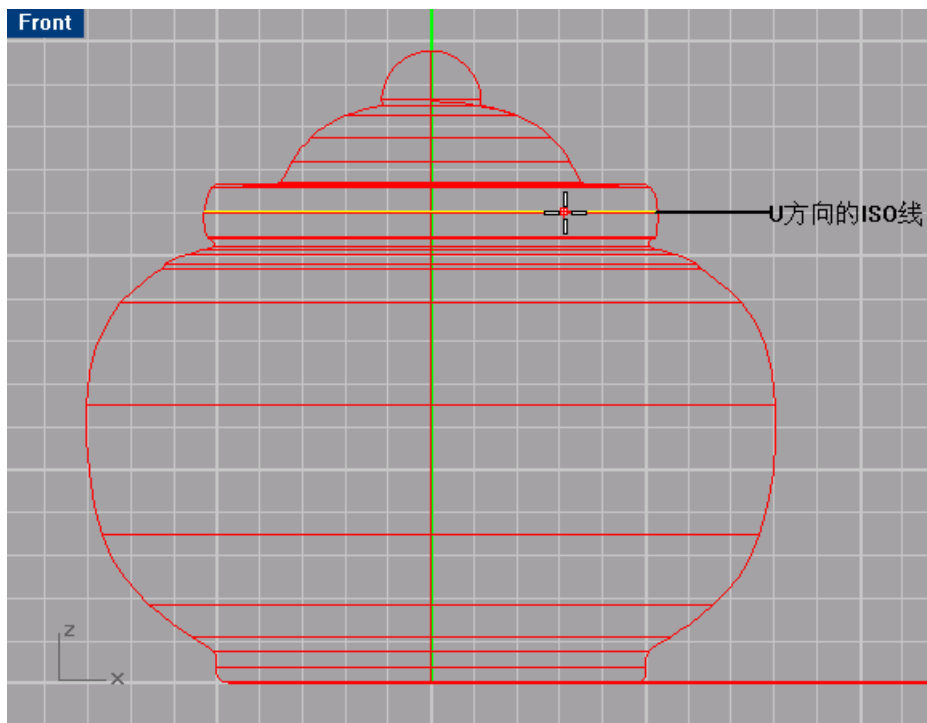

图 1-2-08
step5:接下去我们要从茶身中分离出差盖，并对其制作细节。点击图标  Extract Isoparm: 提取物体表面的 iso 线，在命令行中键入 U，我们提取在 u 方向的 iso 线，作为分离茶盖和茶身的参考线，位置如图 1-2-08 所示：